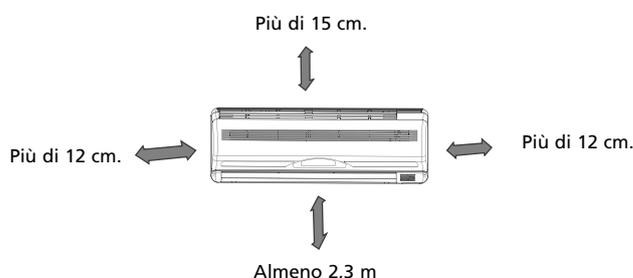

Figura 3
- Assicurarci che a sinistra e a destra dell'unità ci sia uno spazio di più di 12 cm. Vedi la figura 3.
- L'unità interna va installata sulla parete a un'altezza di almeno 2,3 metri dal pavimento. Vedi la figura 3.
- L'unità interna va installata in modo tale che sia mantenuta una distanza minima dal soffitto di 15 cm. Vedi la figura 3.